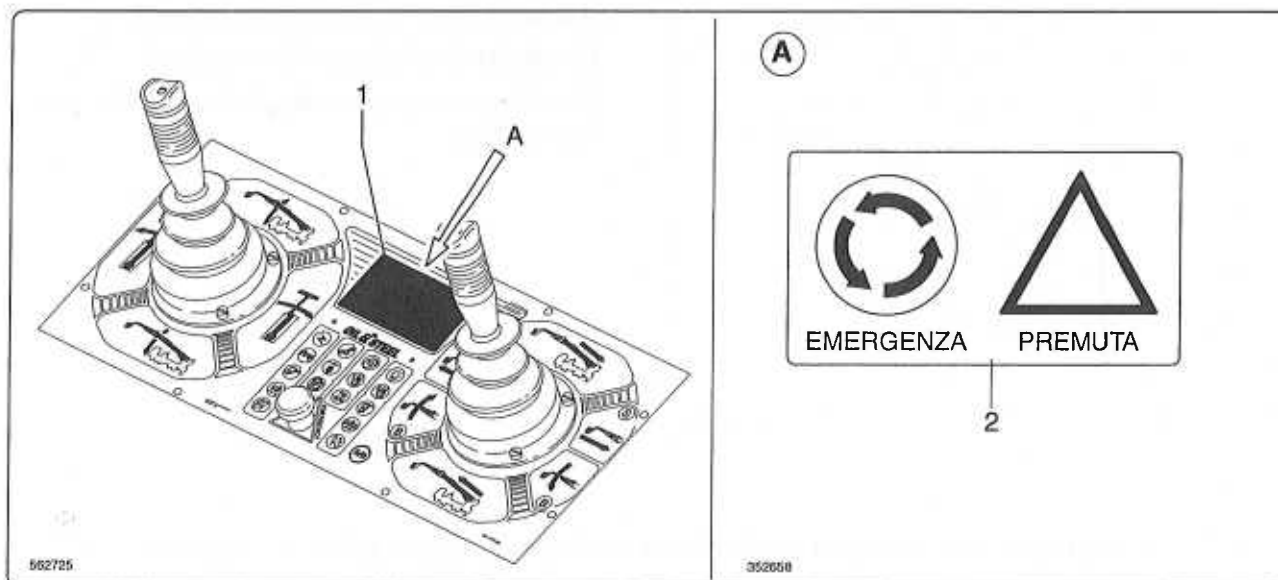

fig. 6.11.1
- Effettuare la prova anche per i pulsanti d'emergenza posti sui quadri comandi (fig. 6.11.1). Il display "1" deve visualizzare il messaggio "2".